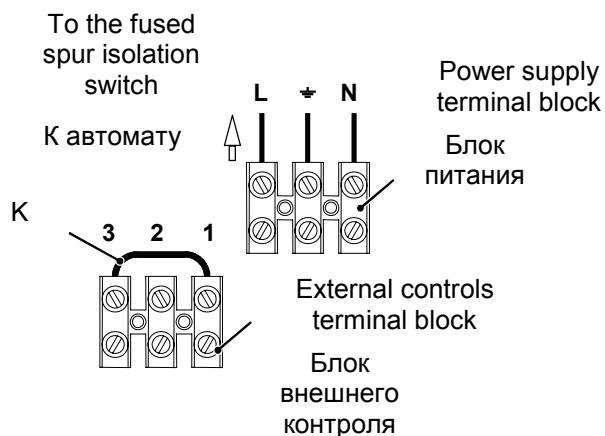

Fig. 5.14
- 5 Connect the electrical supply flexible cord coming from the fused spur isolation switch to the power supply terminal block of the boiler (Fig. 5.14) keeping the same connections for the live (brown wire) and the neutral (blue wire). External 3 A fuse or fused plug with same current rating is recommended.
- 5 Подключите кабель питания, идущий от автомата к блоку питания котла (Рис. 5.14) сохраняя правильную фазность: фаза (коричневый провод), ноль (синий провод). Рекомендуется установка внешнего ЗА предохранителя или автомата с аналогичными характеристиками.
When connecting any type of external control, the jumper K in Fig. 5.14 must be removed.
В случае подключения устройств внешнего контроля, переключатель K на рис. 5.14 должен быть демонтирован.